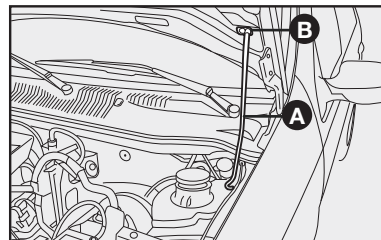

fig. 134
- 4) Introduzir a extremidade da vareta **A** na abertura **B** do capô do motor fig. 134.
- 1) Manter levantado o capô com uma mão e, com a outra, tirar a vareta **A**-fig. 134 da abertura **B** e repô-la no seu dispositivo de bloqueio;